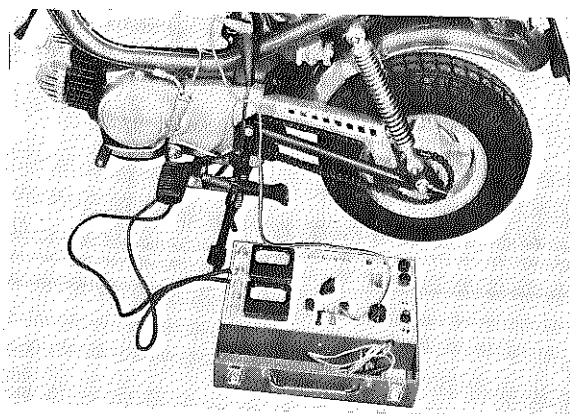

Fig. 6-4-2
2. Connect "Electro Tester" as shown. (Fig. 6-4-2)
2. Raccorder l'Electrotesteur de la manière indiquée (Fig. 6-4-2).
2. Elektrotester wie gezeigt anschließen. (Fig. 6-4-2)